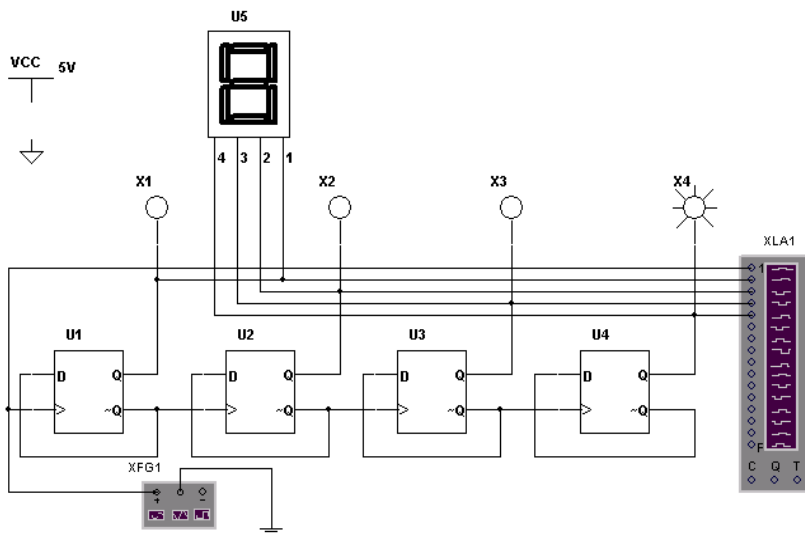

Рис. 41. Четырехразрядный суммирующий счетчик
1. Нарисовать схему четырехразрядного счетчика, считающего в прямом направлении (рис. 41).